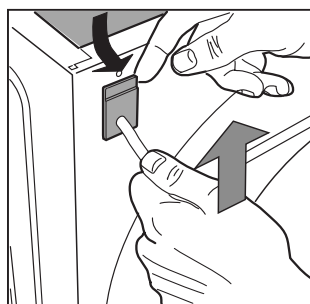

Fig. 3
4. Eloignez légèrement la partie supérieure du passe-fil du panneau arrière, tirez le câble d'alimentation vers le haut, sortez-le [fig. 3].